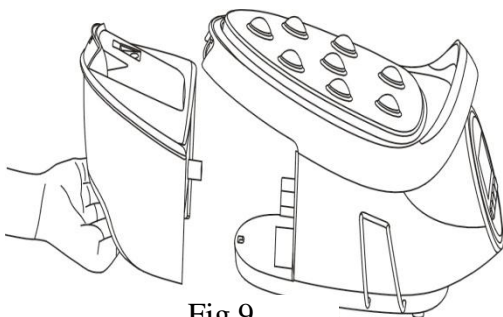

Fig.9
2. Pressione o botão de liberação do reservatório de água e retirar o depósito de água, ver Fig. 9